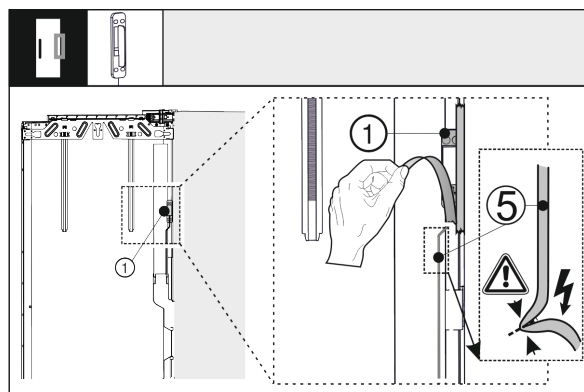

Fig. 40
- Снимите датчик стука Fig. 40 (1) с наружной двери. Не повредите соединительный кабель Fig. 40 (5).